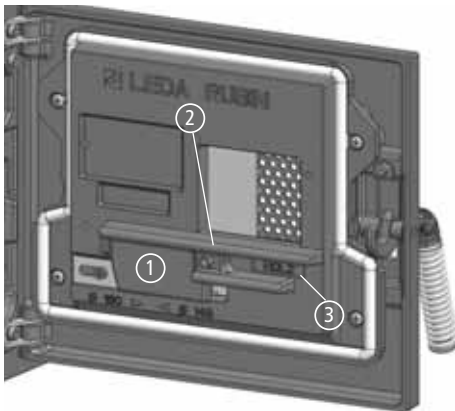

Abb. 3.4 Brennstoff-Einstellung „Holz“ in der geöffneten Aschefachtür
Liegt die flächige Seite ① des Brennstoffwählers ② links, ist die Luftzufuhr für den Brennstoff Scheitholz oder Holzbrikett eingestellt - in der Aschefachtür ist der Schriftzug „Holz“ ③ sichtbar (siehe Abb. 3.4). Für den Betrieb mit Braunkohlebrikett wird der Brennstoffwähler nach rechts gedreht - in der Aschefachtür ist dann der Schriftzug „Brikett“ ④ sichtbar (siehe Abb. 3.8).
Brennstoffwähler:	Stellung Holz (s. Abb. 3.4)